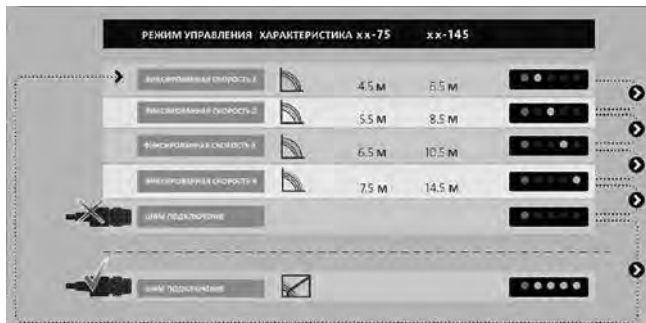

Рис. 7 Режимы работы
Если отсутствует возможность подключения ШИМ-сигнала, ALPHA SOLAR может работать на любой из четырех фиксированных скоростей (см. рис. 7).
Управление посредством ШИМ-сигнала возможно при включении насоса в режим ШИМ-сигнала. Для этого необходимо 5 раз нажать на кнопку, чтобы горел только световой индикатор (1) зеленого цвета. Когда кабель ШИМ-сигнала будет подключен, загорятся все желтые световые индикаторы (2) (см. рис. 7).